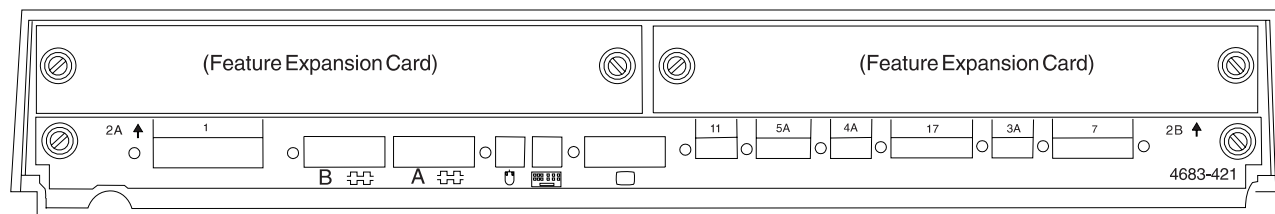

Abbildung 128. Rückseite der Grundeinheit einer Datenkasse IBM 4683-4x1
8. Für jede zur Kasseneinheitengruppe gehörende Datenkasse enthält „Arbeitsblatt B—Kasseninstallation - IBM 4683“ auf Seite 267 detaillierte Informationen. In Abb. 128 sind die Buchsen, über die die Einheiten angeschlossen werden, mit einem X zu kennzeichnen.